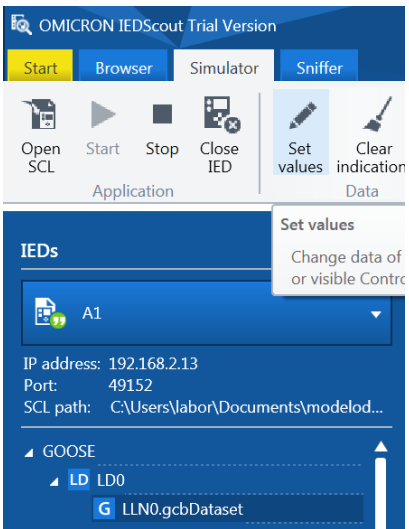

Imagen 415_Establecer valores en IEDScout
6.1.12 Después vamos a la parte superior seleccionamos “Simulator – Set Values” (**Imagen 415**).